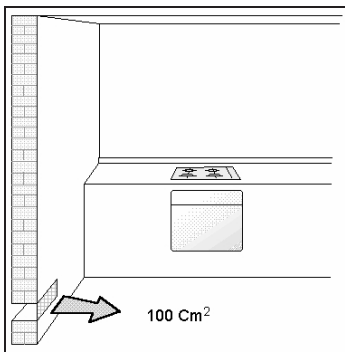

Рис.4
**ПРИМЕЧАНИЕ:** Использование газового кухонного оборудования приводит к повышению температуры и влажности в помещении, где оно установлено. Поэтому Вы должны убедиться, что помещение хорошо проветривается, держать естественные вентиляционные отверстия открытыми (Рис.4) и пользоваться механическими вентиляционными устройствами (вытяжкой или вентилятором Рис. 5А и 5В). Интенсивное или длительное использование прибора может потребовать дополнительной вентиляции, например, открыть окно или увеличить мощность механических вентиляционных устройств.